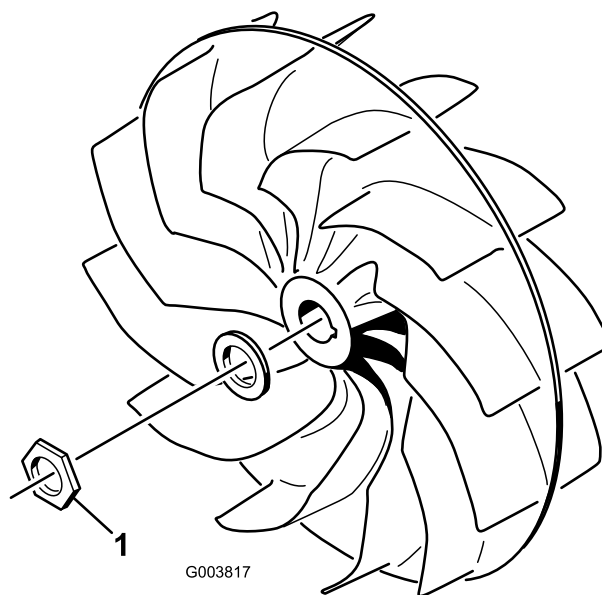

Figura 16
- Il dado di fissaggio del ventilatore (Figura 16) deve essere serrato a una coppia di 678 Nm.